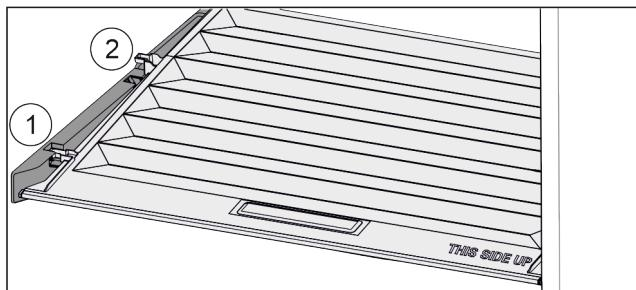

Fig. 157
- Издърпайте напред Fig. 157 (1) капака до отвора в задържащите части.
- Повдигнете го отзад отдолу и отстранете Fig. 157 (2) нагоре.